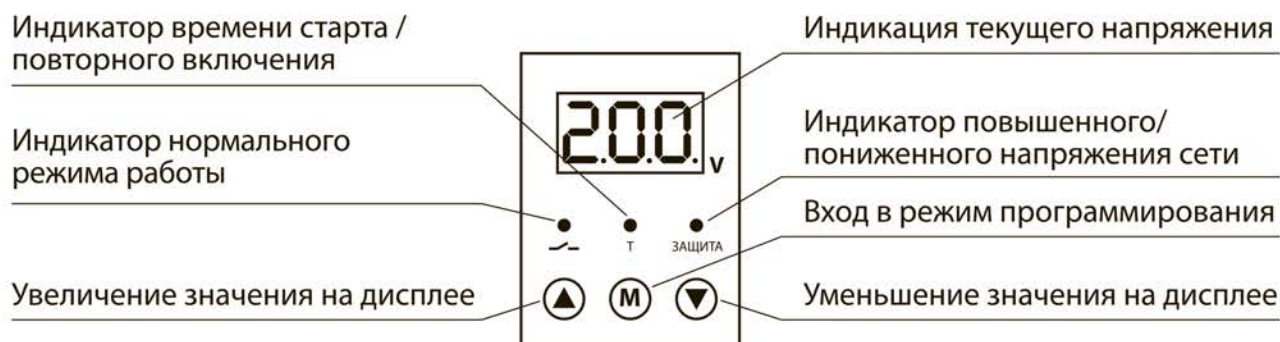

Рисунок 3. Лицевая панель реле RH 2
6.3. В реле предусмотрена возможность регулировки значений верхнего и нижнего напряжения, а также времени его срабатывания. Текущее состояние реле отображается на LED-дисплее и индикаторах (рисунок 3).